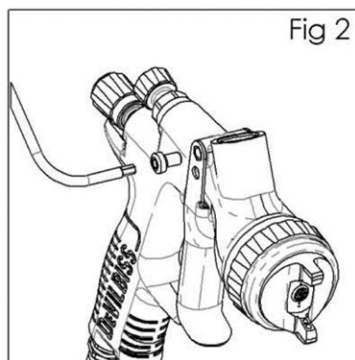

Fig 2
1. Quite el tornillo del gatillo (38) con la herramienta Star T20. (Ver Fig. 2)